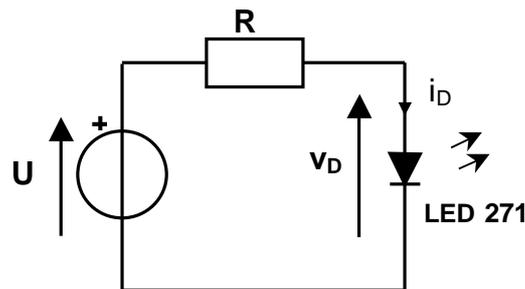

Figure 5
- Réaliser le montage (Figure 5) et relever la caractéristique  $i_D (v_D)$ .